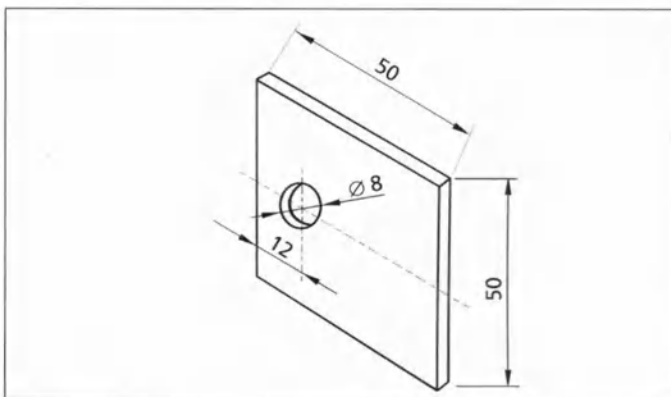

Рис. 28 Подкладка покровного листа
6.7. Подкладка покровного листа (Рис. 28)